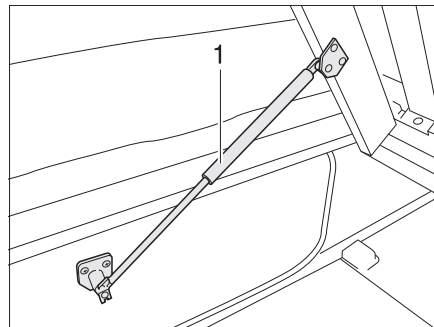

Fig. 177 Cama fija
- Levantar el somier. Los resortes por presión de gas (Fig. 177,1) retienen el somier en la posición abierta.